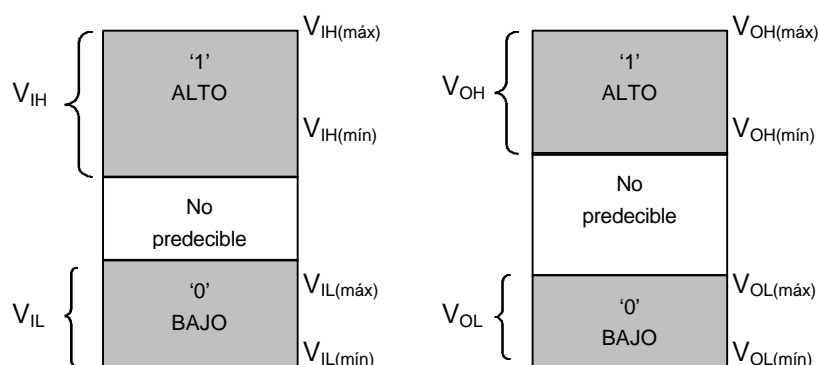

Figura 4-3. Niveles lógicos.
- $V_{ILm\acute{a}x}$ (Figura 4-3) : Voltaje máximo permitido en una entrada para que ésta se interprete como '0' (BAJO). Un valor de tensión de entrada superior a éste dejaría de ser considerado como nivel lógico bajo.
- $V_{IHm\acute{i}n}$ (Figura 4-3): Voltaje mínimo requerido en una entrada para que ésta se interprete como '1' (ALTO). Un valor de tensión de entrada inferior a éste dejaría de ser considerado como nivel lógico alto.